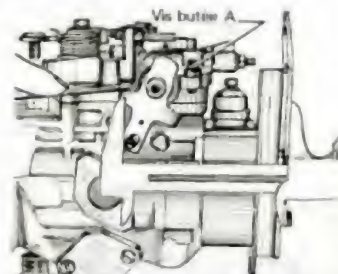

Fig. 50.
- Prendre cette position du levier comme point « 0 » et régler la vis butée A (fig. 50) pour obtenir une course du levier comprise entre 21,5 mm et 22 mm.